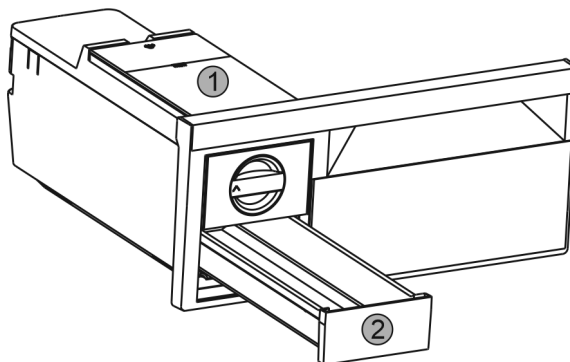

Fig. 46
- ▶ Wyjąć zbiornik wody Fig. 46 (1) i szufladę na kostki lodu Fig. 46 (2).